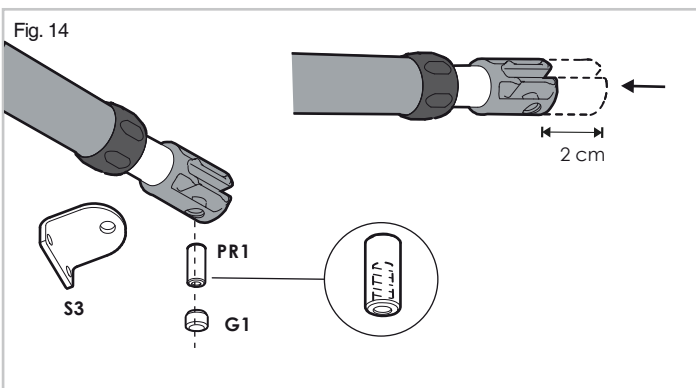

Fig. 14
- Recolha o braço de 2 cm, fig. 14.
- Coloque o suporte **S3** conforme fig. 14